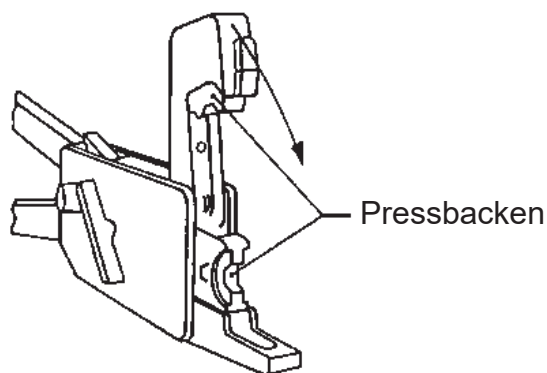

Fig 1
2. Klappverschluss öffnen. Preßbacken einsetzen. Klappverschluß schließen. Fig. 1, Seite 8 sehen. Auf richtige Pressbacken-Auswahl achtgeben. Mit Nummern am Hals des Kabelschuhs oder Verbinders vergleichen.